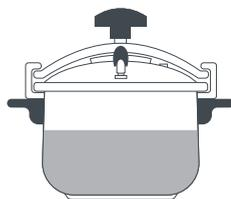

Fig.1
**1** Nunca llene la olla más de dos tercios (2/3) de su capacidad o sobrepase la marca de nivel "MAX" grabada en el interior del cuerpo de la olla. Esto incluye los líquidos e ingredientes sólidos añadidos a la olla. (Fig. 1). Como líquido puede usar: agua, caldo, vino o cualquier otro tipo de líquido para cocinar, excepto aceite. Puede utilizar aceite para dorar la carne o pochar la cebolla antes de añadir el agua, el resto de los ingredientes y cerrar la olla. **EL ACEITE NO DEBE SER EL ÚNICO LÍQUIDO** en el que se cocine.